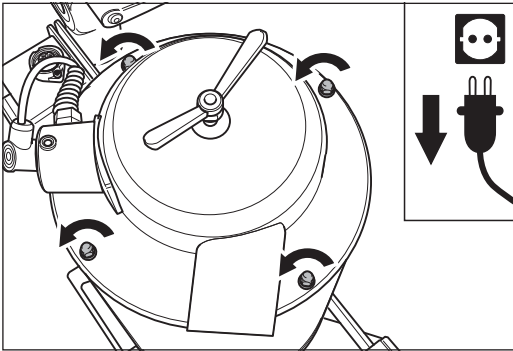

Abb. 71 Die vier Hutmutter und die vier Unterlegscheiben am Staubabscheider-Oberteil entfernen.
- 7 Entfernen Sie die vier Hutmutter und die vier Unterlegscheiben am Staubabscheider-Oberteil (Abb. 71).